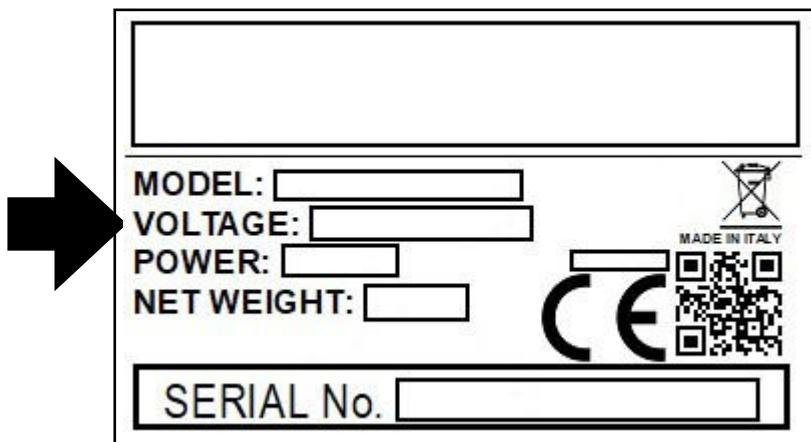

Fig. 1
- a) Vérifier au préalable que la tension indiquée sur la plaque signalétique de la machine est celle de votre réseau (**Fig. 1**).